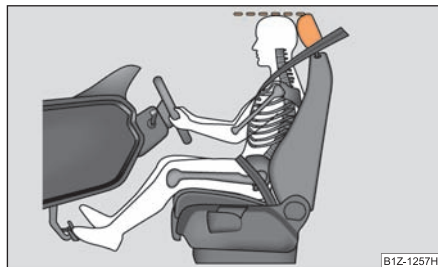

Fig. 168 El ajuste correcto del reposacabezas del conductor
- Ajuste el reposacabezas de tal modo, que el borde superior del mismo se encuentre de ser posible a la misma altura que la parte superior de su cabeza ⇒ **fig. 168**.
- Ajuste el reposacabezas de tal modo, que el borde superior del mismo se encuentre de ser posible a la misma altura que la parte superior de su cabeza ⇒ página 169, fig. 168.
- Ajuste los reposacabezas de tal modo, que el borde superior de los mismos se encuentre de ser posible a la misma altura que la parte superior de la cabeza ⇒ página 169, fig. 168.